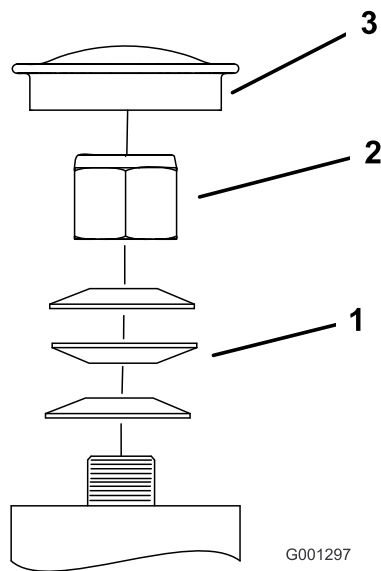

Figure 56
3. Déposez le capuchon protecteur de la roue pivotante et serrez le contre-écrou (Figure 56).
4. Continuez de serrer le contre-écrou jusqu'à ce que les rondelles élastiques soient aplaties, puis desserrez-le d'un quart de tour pour obtenir la précharge correcte des roulements (Figure 56).
5. Reposez le capuchon protecteur (Figure 56).
Important: Veillez à placer les rondelles élastiques correctement, comme montré à la Figure 56.